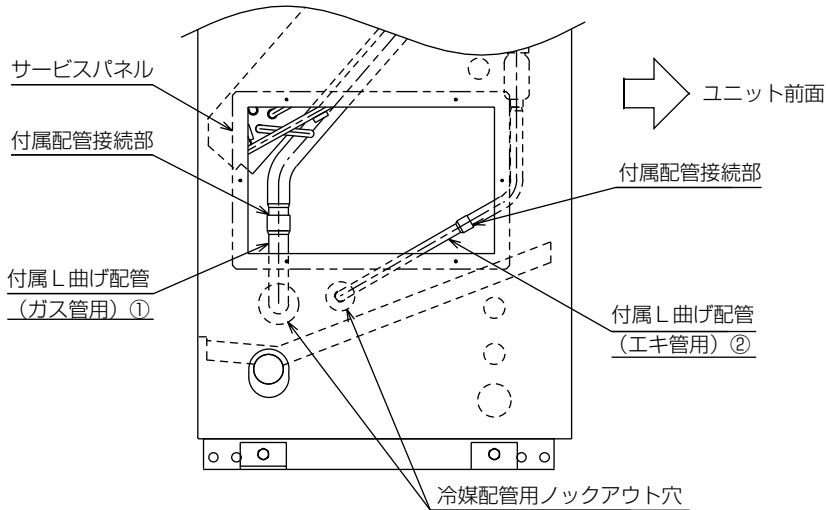
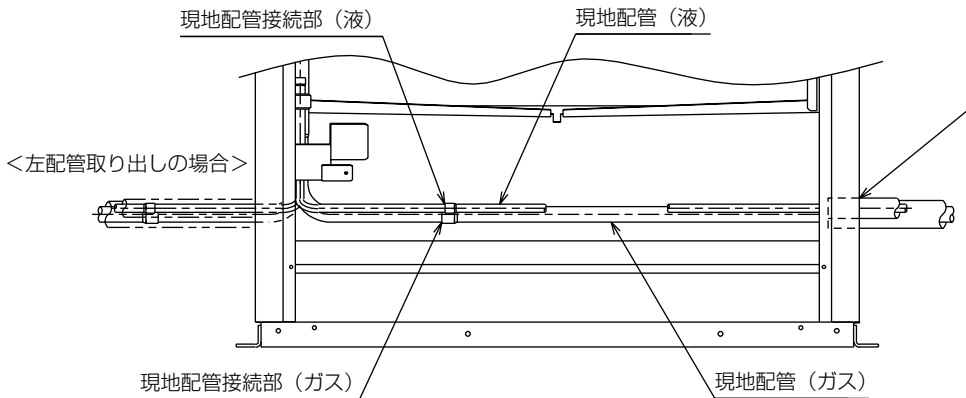

図1
図2
- (4) 図1・図2に示すように付属配管、現地配管をサービス点検口及び、前面からろう付接続を行ってください。
- (5) 図2に示すようにパイプカバーを取付けてください。
- (6) サービスパネル、フィルター、吸込パネルを元通り取付けてください。